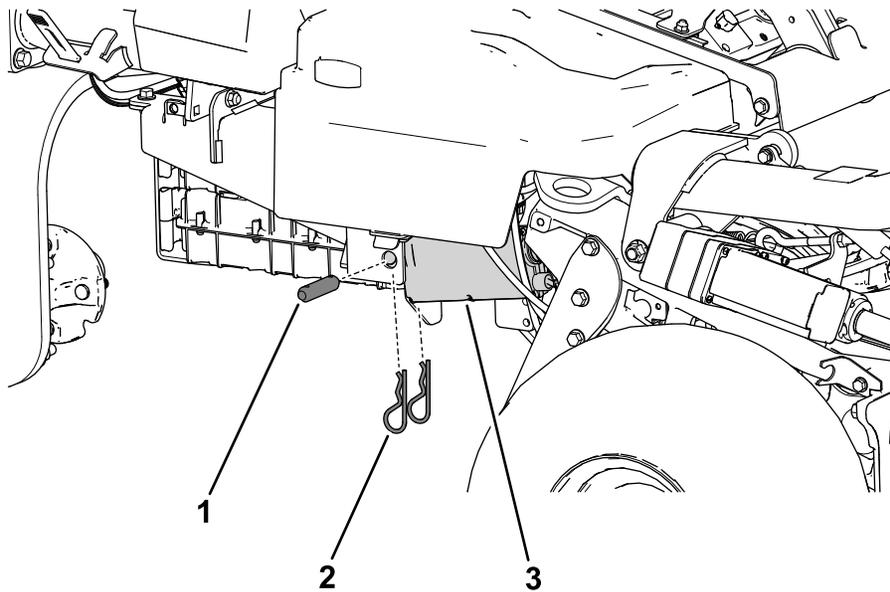

Bild 23
1. Verwenden Sie den zuvor entfernten Zylinderstift und die Splinte, um den Bremszylinder an der unteren Montageplatte zu befestigen (Bild 23).